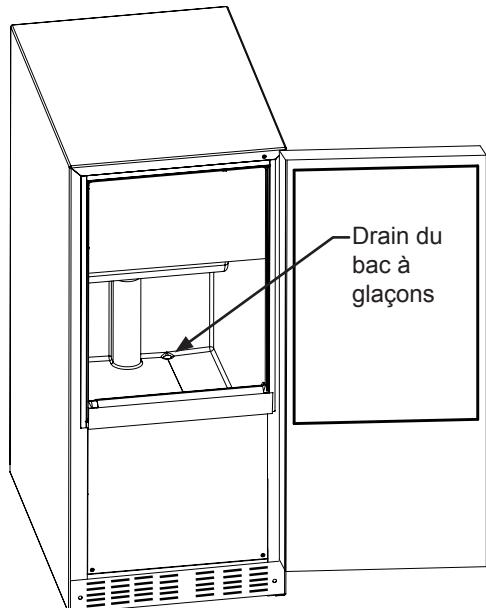
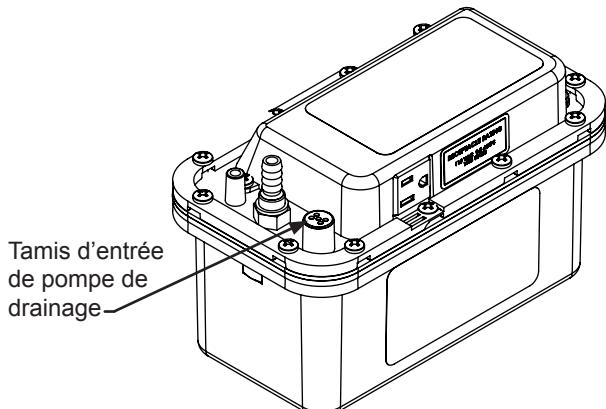

Figure 14
Figure 15
- Vérifiez que le drain du bac à glaçons dans le meuble est bien ouvert et exempt de matières étrangères qui bloqueraien l'écoulement d'eau vers la pompe de drainage (Voyez la Figure 14).
- Contrôlez que le tube d'arrivée de la machine à glaçons à la pompe de drainage est bien ouvert et exempt de toute matière étrangère. Inspectez le tamis en haut du tube d'arrivée pour vous assurer que rien ne bloque l'écoulement d'eau vers la pompe (voyez la Figure 15).
- Contrôlez le drain du bac à glaçons (Voyez la Figure 14) et le tamis d'entrée de la pompe de drainage (Voyez la Figure 15) pour la présence d'éventuels débris que vous nettoierez selon le besoin.